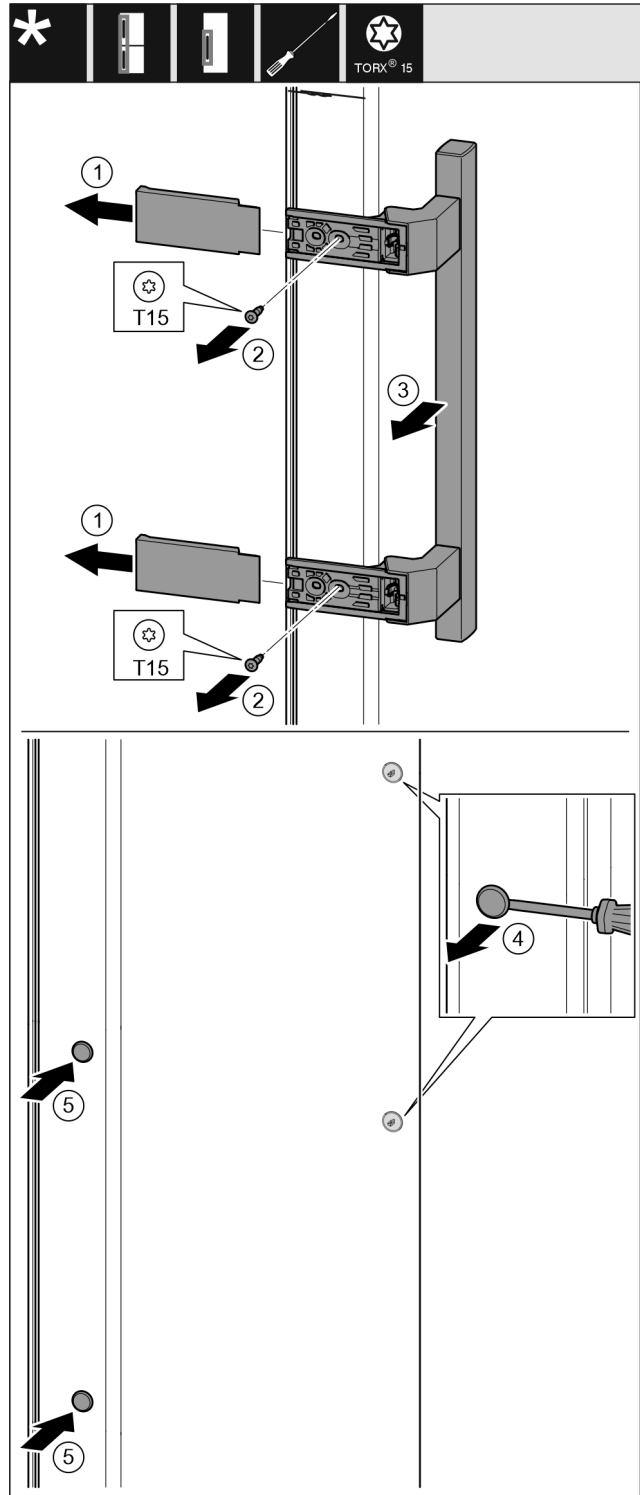

Fig. 11
- ▶ Зніміть кришку. Fig. 11 (1)
- ▶ Викрутіть гвинти за допомогою викрутки T15. Fig. 11 (2)
- ▶ Зніміть ручку. Fig. 11 (3)
- ▶ За допомогою шліцевої викрутки обережно підійміть бокову пробку та витягніть її. Fig. 11 (4)
- ▶ Знову вставте пробку з іншого боку. Fig. 11 (5)